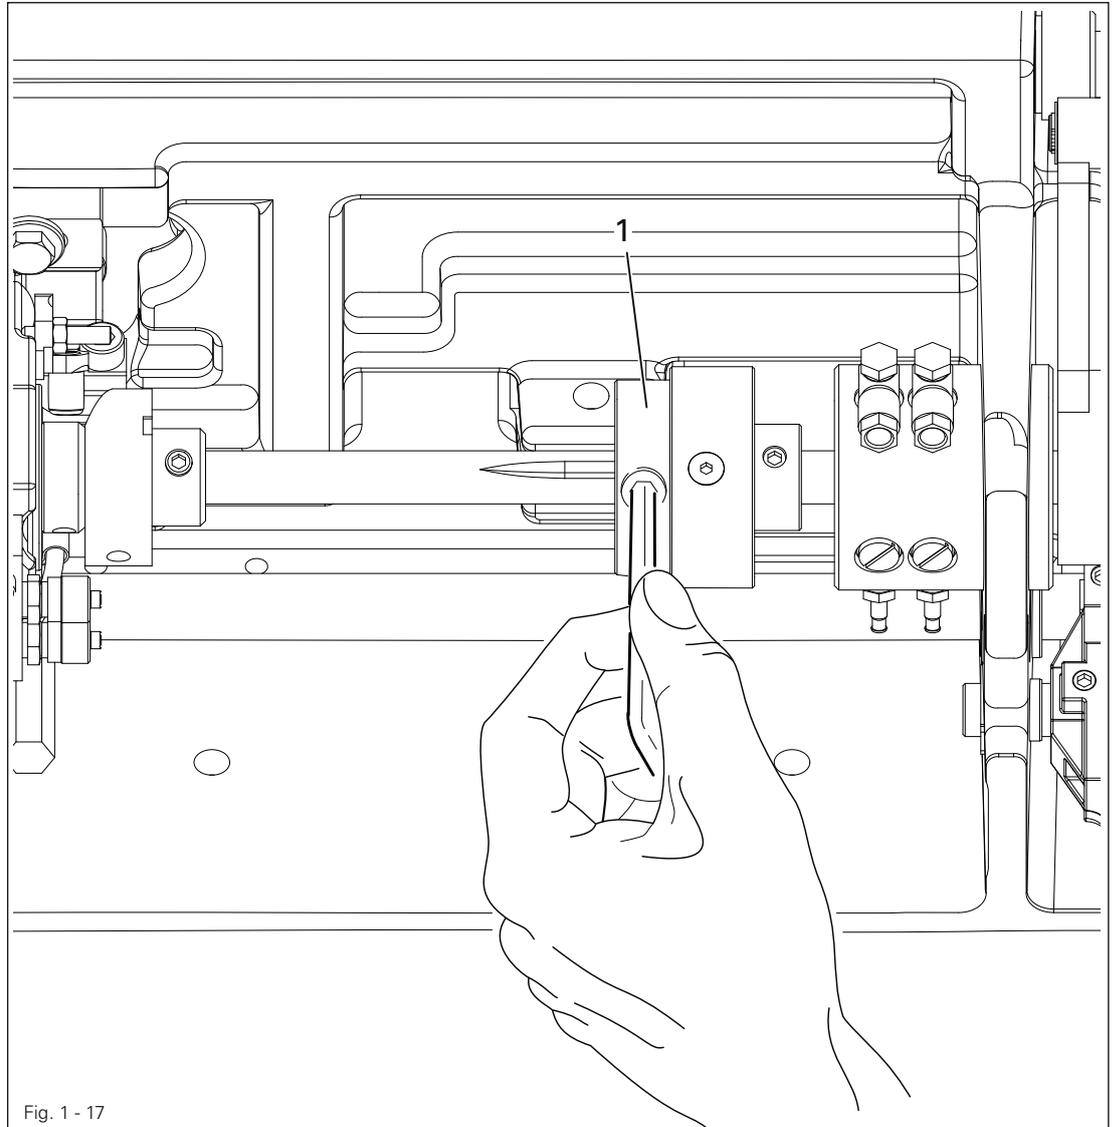

Fig. 1 - 17
- Kupplung 1, wie in Fig. 1 - 21 gezeigt, gegenhalten und am Handrad drehen, bis die Kupplung 1 spürbar wieder einrastet.